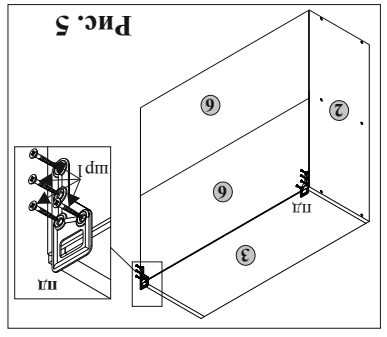

Рис. 5
5.7. Установить на корпусе шкафа петли для навешивания **пд** (рис. 5) шурупами **шр1**.